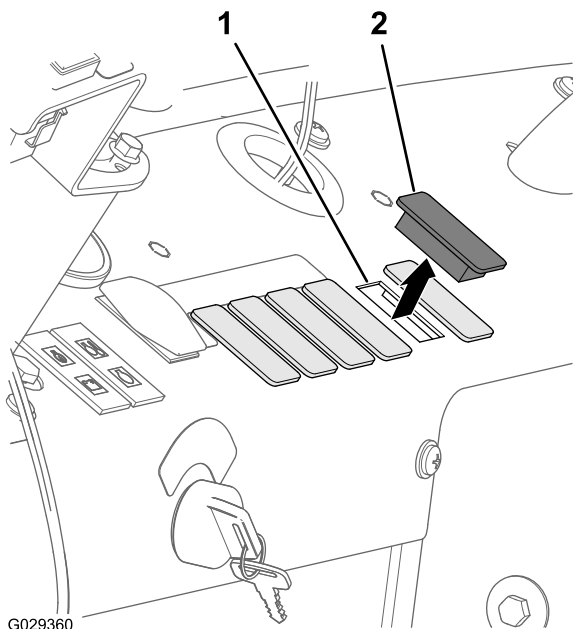

Рисунок 210
1. Удалите пятую заглушку по направлению направо на приборной панели машины (Рисунок 210).
3. Вставьте переключатель в приборную панель и нажмите на него, чтобы он надежно зафиксировался со щелчком в отверстии (Рисунок 210 и Рисунок 211).